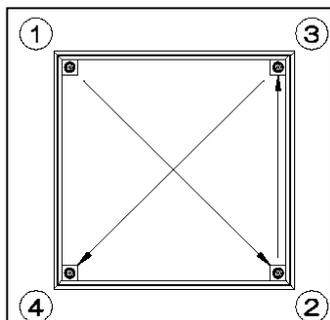

図2
ボルトは、3回程度に分けて① → ④の順で均等に緩めて下さい。 (図2)
ボルトは、3回程度に分けて、① → ④の順で均等に緩めて下さい。 (図2)